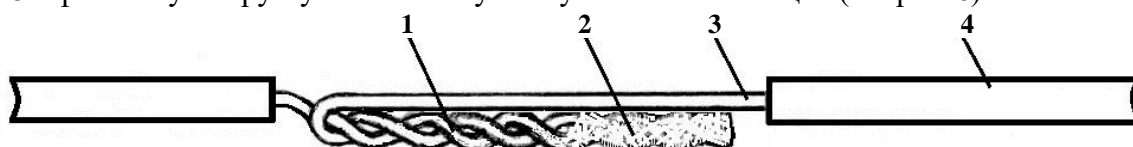

Рис. 6. Пропаянные скрутки отогнуты к жилам: 1 – скрутка; 2 – пропаянный конец скрутки; 3 – зачищенная жила; 4 – изоляция жилы.
3.8. Пропаянную скрутку отгибают к участку жилы без изоляции (см. рис. 6).